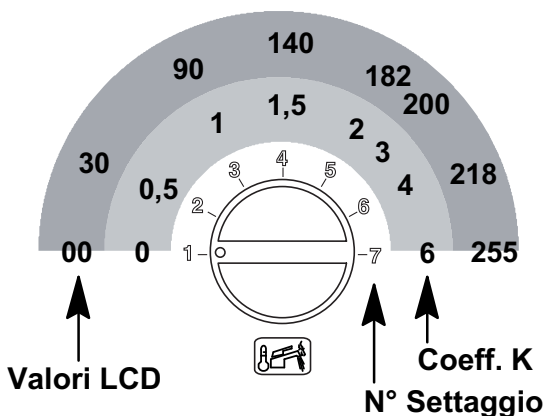

Fig. 5.59
- Impostare il valore ruotando la manopola in Fig. 5.59 da un minimo di **30** (la sequenza **P15** si alterna **30**)